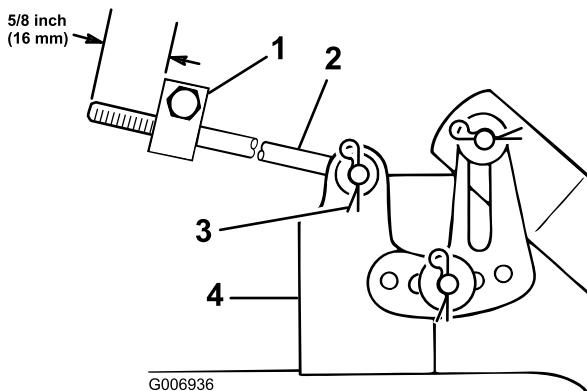

Figura 49
6. Mida la longitud de la varilla que se extiende por delante del bloque de ajuste en cada lado del chasis (Figura 49). Si la longitud de la varilla no es de 16 mm, retire el pasador de horquilla y la arandela del extremo de la varilla (Figura 49), y gire la varilla hasta obtener la dimensión de 16 mm.